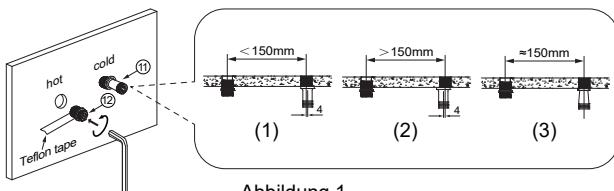

Abbildung 1
- b) Installieren und justieren Sie das gebogene Verbindungsstück (Abbildung 1). Wickeln Sie das Teflonband gegen den Uhrzeigersinn um das Gewinde des G1/2-Endes des gebogenen Anschlusses. Schließen Sie das gebogene Verbindungsstück an die Kaltwasserleitung an. Drehen und justieren Sie das gebogene Verbindungsstück, um sicherzustellen, dass der Abstand zwischen der Mitte der Warmwasserleitung und der Mitte des gebogenen Verbindungsstücks 150 mm beträgt.
- (1) Wenn der Abstand zwischen den Warm- und Kaltwasseraustrittslöchern <150mm ist, muss die Achse des Kurbelfußes nach rechts gedreht werden
- (2) Wenn der Abstand zwischen den Warm- und Kaltwasseraustrittslöchern >150mm ist, sollte die Achse des Kurbelfußes nach links gedreht werden
- (3) Wenn der Abstand zwischen den Warm- und Kaltwasseraustrittslöchern ~150m ist, sollte die Achse des Kurbelfußes in die ungefähre vertikale Richtung gedreht werden